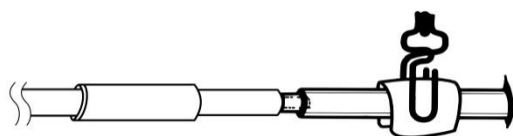

図10
- b) 修復用チューブにあらかじめ装着されている接続用コネクタを、インナーチューブ内に挿入し、修復用チューブとインナーチューブの両端が接するように接続する（図10）。